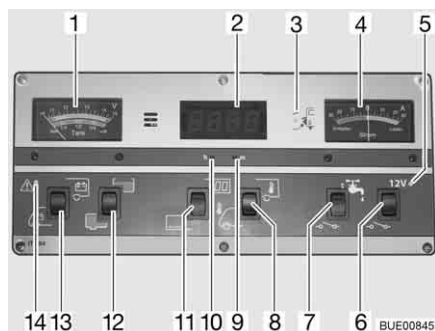

Bild 155 Panel IT 994
Med instrumentet V/tank (Bild 155,1) avläses den övre skalan. Instrumentets belysning tänds automatiskt när en knapp trycks in.
- Vippkontakten (Bild 155,13) trycks in nedtill: Startbatteriets spänning visas.
- Vippkontakten (Bild 155,13) trycks in upptill: Bodelsbatteriets spänning visas.
På instrumentet V/tank (Bild 155,1) avläses den undre skalan. Instrumentets belysning tänds automatiskt när en knapp trycks in.
- Vippkontakten (Bild 155,12) trycks in upptill: Vattenvolymen visas.
- Vippkontakten (Bild 155,12) trycks in nedtill: Avloppsvattenvolymen visas.
Den röda varningslampan ALARM (Bild 155,14) blinkar så snart spänningen i bodelsbatteri har sjunkit till under 11 V (mätning under pågående drift) och risk för djupurladdning föreligger.
- Vippkontakten (Bild 155,11) trycks in upptill: Visning av digitalur är inkopplad. Temperaturvisning är driftsklar.
- Vippkontakten (Bild 155,11) trycks in nedtill: Visning av digitalur och temperaturvisning är avstängda.
- Tryck i öppningen för timvisningen (Bild 155,10) med en spetsigt föremål, t. ex en pennspets, tills önskat timtal har nåtts.
- Tryck i öppningen för minutvisningen (Bild 155,9) med en spetsigt föremål, t. ex en pennspets, tills önskat minuttal har nåtts.
- Vippkontakten (Bild 155,8) trycks in upptill: Innetemperaturen visas.
- Vippkontakten (Bild 155,8) trycks in nedtill: Uttemperaturen visas.
På instrumentet ström (Bild 155,4) visas batteriströmmens flöde kontinuerligt. Instrumentets belysning tänds automatiskt när en knapp trycks in.
Med huvudbrytaren 12 V (Bild 155,6) kopplas panelen och bodelens 12 V-försörjning till eller från.
**Slå på:** ■ Vippkontakten (Bild 155,6) trycks in upptill: 12 V-försörjningen för bodelen är påslagen. Kontrollampan (Bild 155,5) lyser grönt.
**Slå från:** ■ Vippkontakten (Bild 155,6) trycks in nedtill: 12 V-försörjningen för bodelen är avstängd. Kontrollampan (Bild 155,5) slocknar.
Kontrollampen 12 V (Bild 155,5) lyser då huvudbrytaren 12 V (Bild 155,6) är inkopplad.
Den gula 230 V-kontrollampen (Bild 155,3) lyser när nätspänningen ligger på el-blockets ingång.